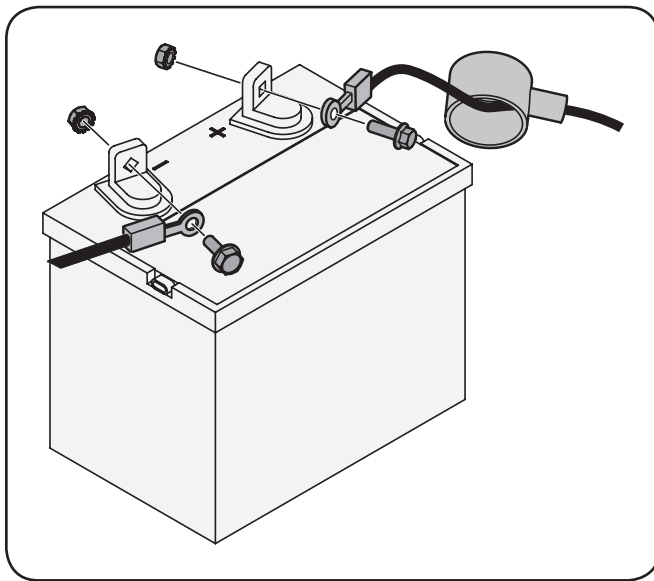

Figura 3-10
1. Retire la cubierta plástica, si es que está presente, del borne positivo de la batería y una el cable rojo al borne positivo de la batería (+) utilizando el perno y la tuerca hexagonal. Consulte la Figura 3-10.
2. Retire la cubierta plástica, si es que está presente, del borne negativo de la batería y una el cable negro al borne negativo de la batería (-) utilizando el perno y la tuerca hexagonal. Consulte la Figura 3-10.